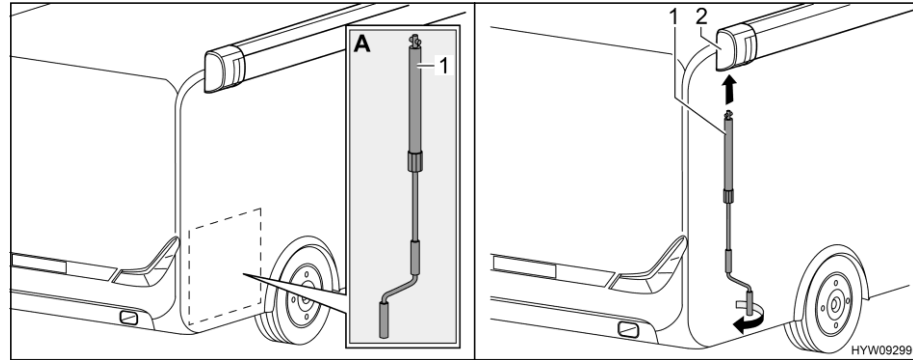

Bild 14 Montera veven
- Ta ut veven (Bild 14,1) ur det bakre lastutrymmet (Bild 14,A).
- Sätt veven i markisens bajonettfäsning (Bild 14,2).